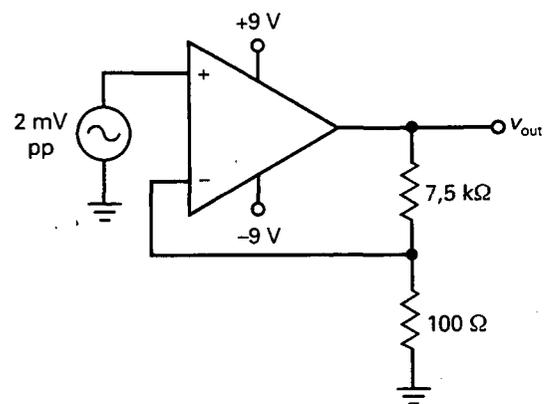

Figura 19-16
- 19-5. En la Figura 19-16, el amplificador operacional tiene una R_{in} de 3 M Ω y una R_{CM} de 500 M Ω . ¿Cuál es la impedancia de entrada en lazo cerrado? Utilice una A_{OL} de 200.000 para el amplificador operacional.
- 19-6. ¿Cuál es la impedancia de salida en lazo cerrado en la Figura 19-16? Utilice una A_{OL} de 200.000 y una R_{out} de 100 Ω .
- 19-7. Suponga que el amplificador de la Figura 19-16 tiene una distorsión armónica total en lazo abierto del 10 por 100. ¿Cuál es la distorsión armónica total en lazo cerrado?